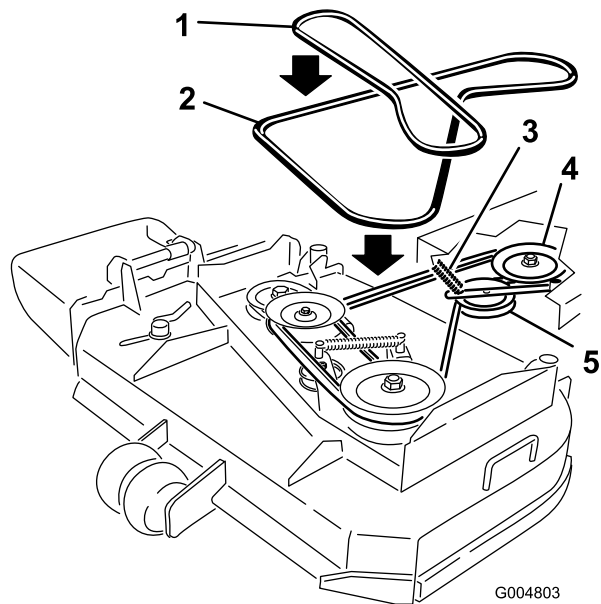

Figure 39
6. Retirez la courroie de la poulie centrale sur le plateau de coupe (Figure 39). Procédez avec précaution lors du retrait de la courroie, car la tension est augmentée par la poulie de tension rappelée par ressort.
7. Retirez la courroie de la poulie de moteur et la poulie de tension rappelée par ressort (Figure 39).
8. Placez une courroie neuve sur la poulie de moteur et la poulie de tension rappelée par ressort (Figure 39).
9. Installez la courroie sur la poulie centrale du plateau de coupe (Figure 39). Procédez avec précaution lors de la repose de la courroie, car la tension est augmentée par la poulie de tension rappelée par ressort.